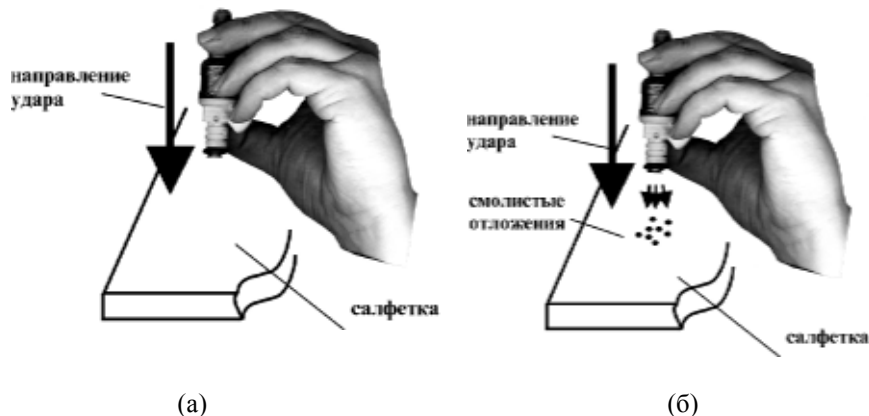

Рис.7.
8.19. Взять отмытую форсунку и, повернув ее входным отверстием к салфетке произвести несколько сильных и резких ударов торцом форсунки по поверхности, на которой находится салфетка. Рис. 7.
При появлении на салфетке частиц смолистых отложений (Рис.7б) форсунку следует подвергнуть повторному циклу обработки, повторяя с помощью вышеописанной методики проверку наличия отложений после отмывки.